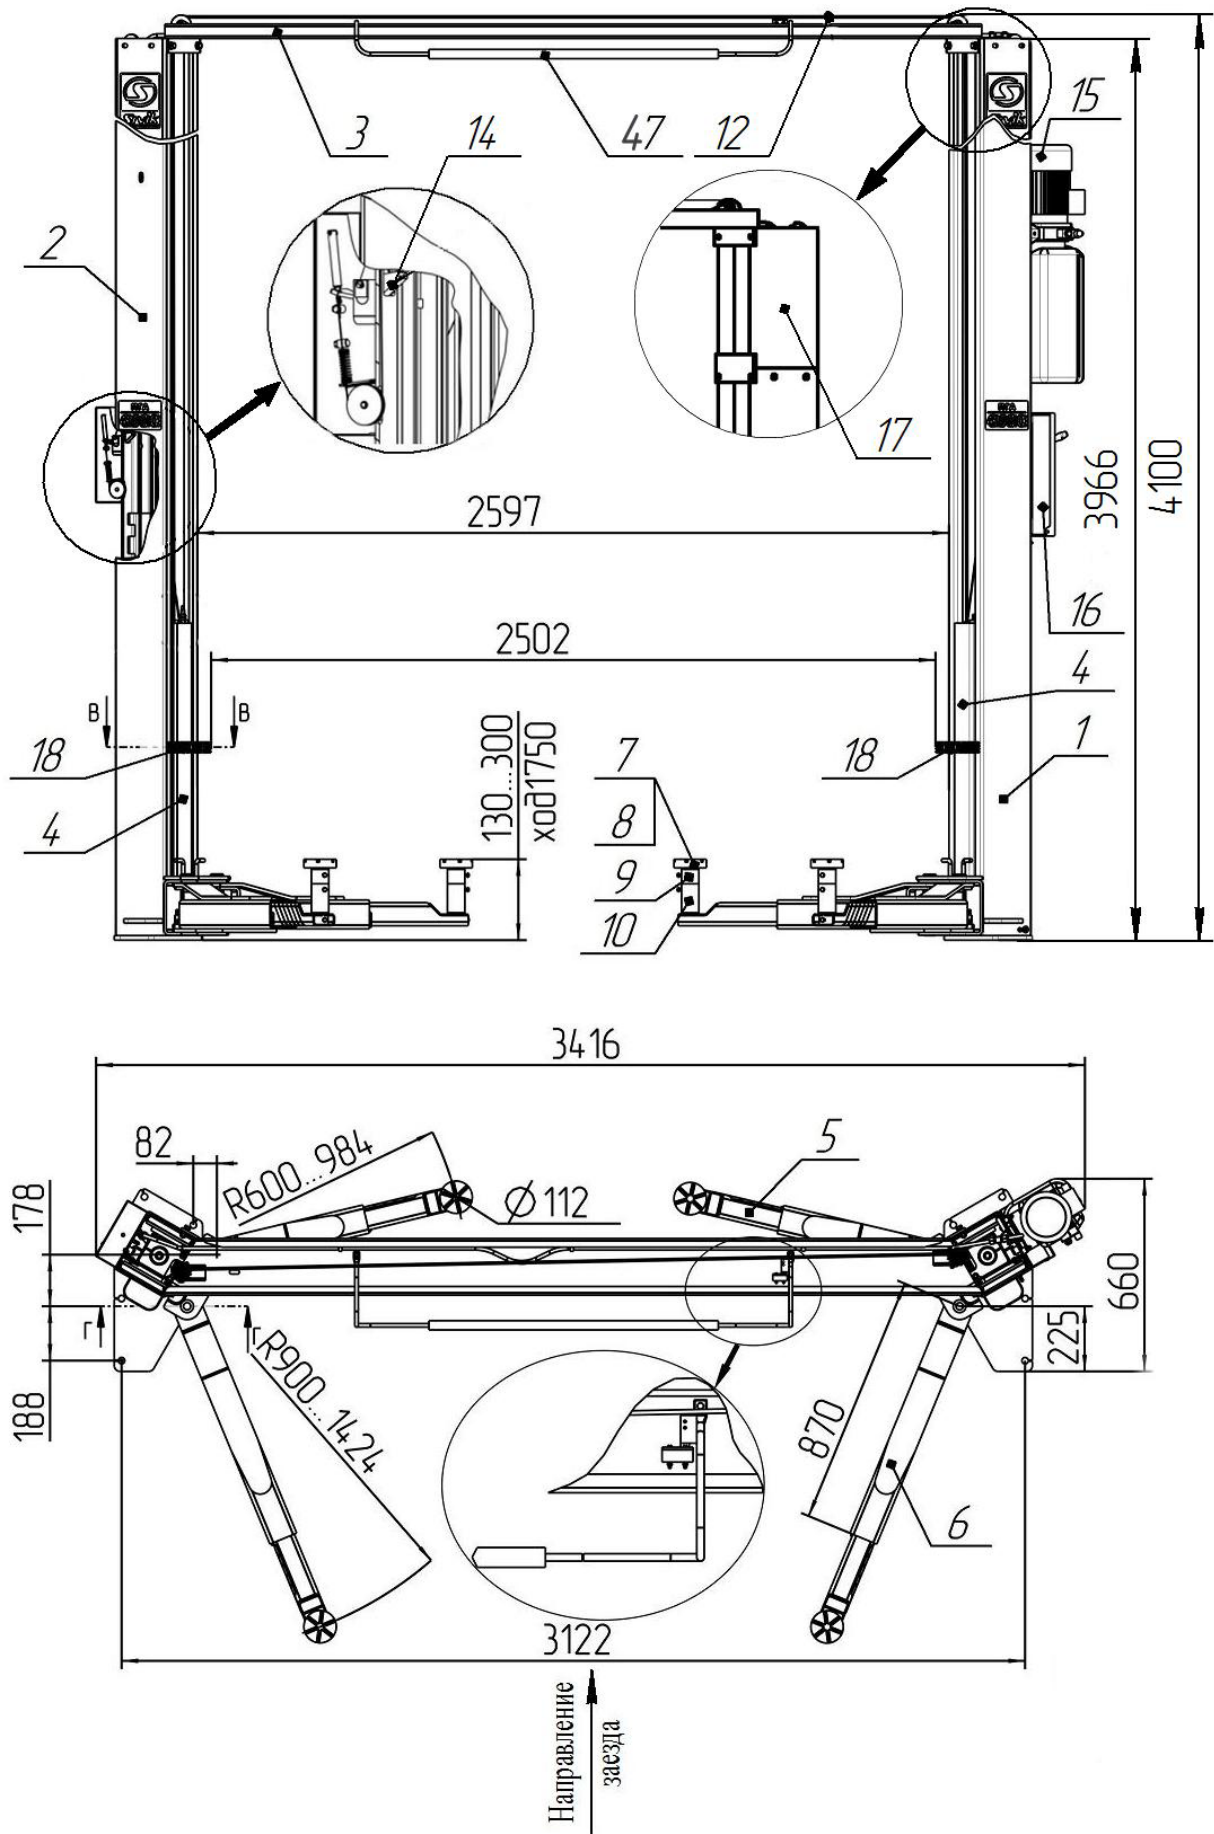
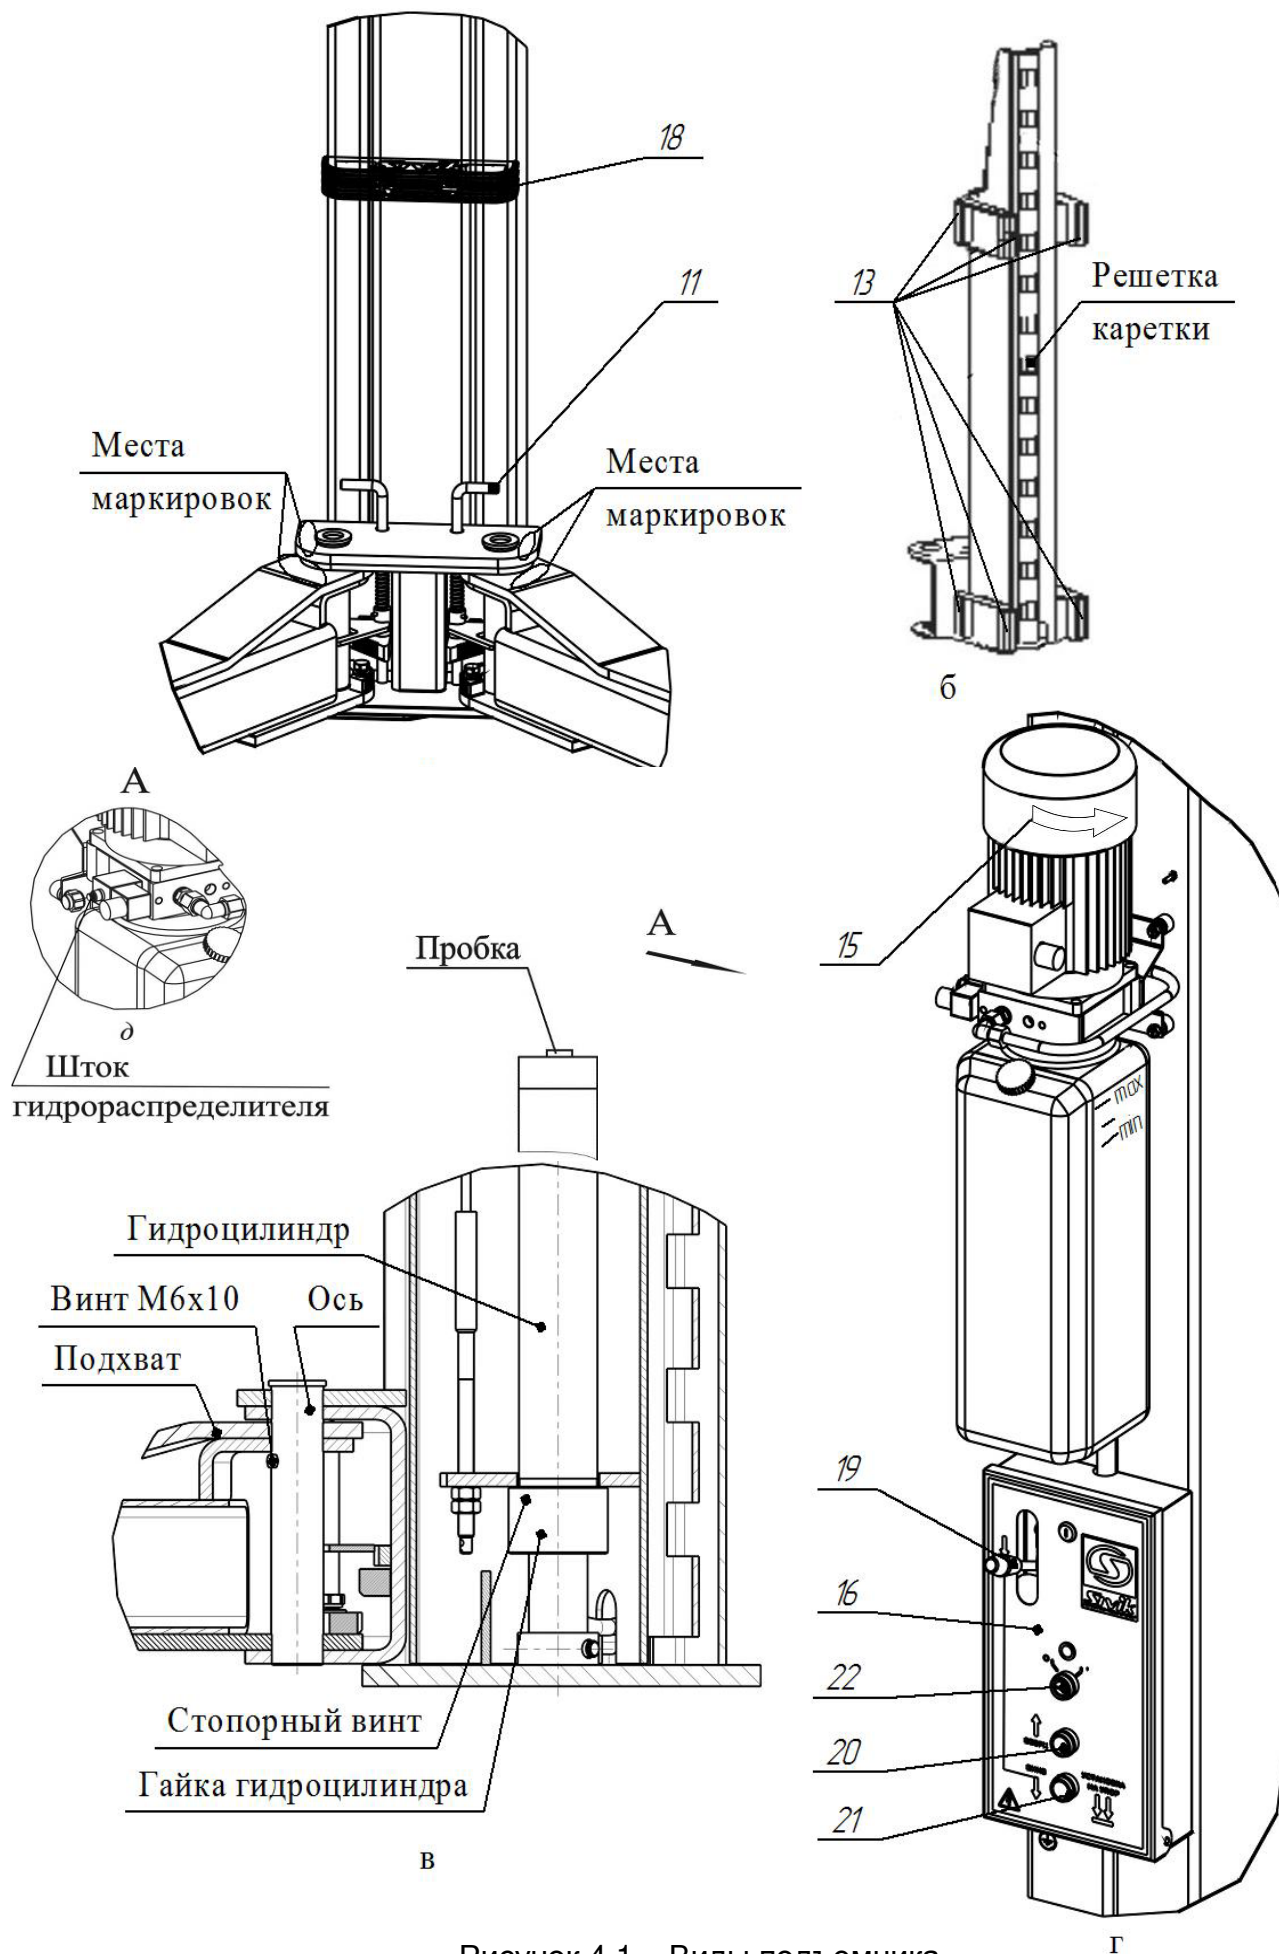

Рисунок 3.1- Общий вид подъемника
Рисунок 4.1 – Виды подъемника
Подъемник (рисунок 3.1) состоит из двух стоек коробчатого сечения - правой 1 и левой 2 с надставками 17 на каждой, соединенных между собой перекладиной 3. В стойках размещены каретки 4 с закрепленными на них поворотными телескопическими подхватами 5 и 6 разной длины. На концах подхватов 5, 6 установлены опоры 7, втулки резьбовые 8, втулки 9, 10, фиксируемые болтом М8х16. Подхваты фиксируются стопорными устройствами 11 (рисунок 4.1 а), автоматически срабатывающими при подъеме автомобиля. При опускании кареток 4 в крайнее нижнее положение происходит автоматическое расстопорение подхватов 5 и 6. Каретки 4 приводятся в движение гидравлическими цилиндрами, установленными внутри стоек. Подъемник снабжен системой 12 тросовой синхронизации движения кареток 4.
Каждая каретка 4 (рисунок 4.1 б) снабжена полиамидными ползунами 13, скользящими по беговым дорожкам стоек 1 и 2. Каретки фиксируются на требуемой высоте стопорами-защелками 14 (рисунок 3.1), закрепленными на стойках 1,2 и входящими в зацепление с решетками на каретках 4.
На правой стойке (рисунок 4.1 г) размещена насосная станция 15 с пультом управления 16. Внутри насосной станции 15 находится клапан предохранительный, предотвращающий перегрузку в гидросистеме. Клапан предохранительный настроен на заданное давление и опломбирован.
- касании автомобилем ограничительной дуги 47 перекладины 3 (рисунок 3.1);
Для предотвращения повреждения дверей автомобиля (при открывании) на каретки 4 установлены накладки 18, фиксируемые винтами М8х30, шайбами 8Г и шайбами 8 (рисунок 3.1 и рисунок 4.1 а).
Управление подъемником осуществляется рычагом 19 (рисунок 4.1 г) и двумя кнопками 20 и 21, установленными в пульте управления 16. Рычагом 19 осуществляется расстопорение кареток 4, а кнопками 20 и 21, подъем (кнопка 20) и опускание (кнопка 21) кареток 4.
ВНИМАНИЕ! Перед сборкой проверить затяжку гаек гидроцилиндров и стопорных винтов (рисунок 4.1 в).
Для того чтобы проверить срабатывание упругой тяги 31, необходимо одному человеку прижать рукой защелку 14 к стойке 2, а другому повернуть рычаг 19 (рисунок 4.1 г) вниз. Упругая тяга 31 должна вытянуться на полный ход штока 30.
При повороте рычага 19 вниз (рисунок 4.1 г), защелка на левой стойке должна отвестись, так же как отвелась защелка на правой стойке. При повороте рычага 19 вверх (рычаг 19 должен удерживаться в верхнем положении пружиной), защелки на левой и правой стойке должны вернуться в исходное положение. Регулировка проводится выборкой слабины тросика 23 и обжатием петли от вытягивания зажимом 29.
6.9 Открутить пробку бака насосной станции 15 и залить масло (около 12 л) до верхней метки «МАХ» (рисунок 4.1 г). Уровень масла контролировать визуально. Установить пробку бака на место.
- кратковременным нажатием на кнопку 20 (двигатель должен работать, вращение крыльчатки по стрелке на кожухе эл. двигателя, а из бака должно убывать масло, рисунок 4.1 г).
- отвернуть пробки у каждого гидроцилиндра на один оборот (рисунок 4.1в)
6.13 Подхваты 5, 6 установить согласно маркировки как представлена на рисунке 4.1а и зафиксировать осями к кареткам 4 стоек (рисунок 4.1 в). Оси фиксировать винтами М6х10. Допускается разновысотность подхватов до 10 мм. Убедитесь, что подхваты фиксируются стопорными устройствами 11.